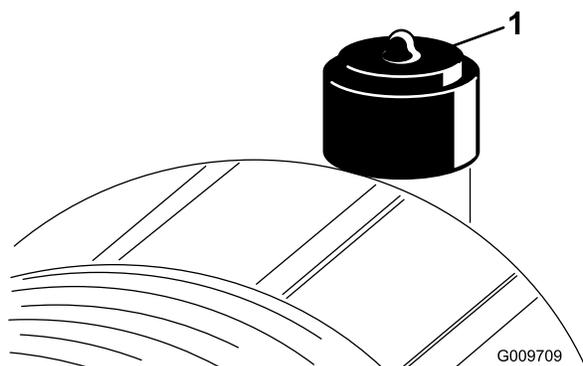

Figura 52
Effettuate la manutenzione del filtro dell'aria quando l'indicatore (Figura 52) lo richiede. Sostituendo il filtro dell'aria prima del necessario si aumenta il rischio che la morchia penetri nel motore quando si toglie il filtro.
- Se la spia (Figura 52) è rossa, resettatela.